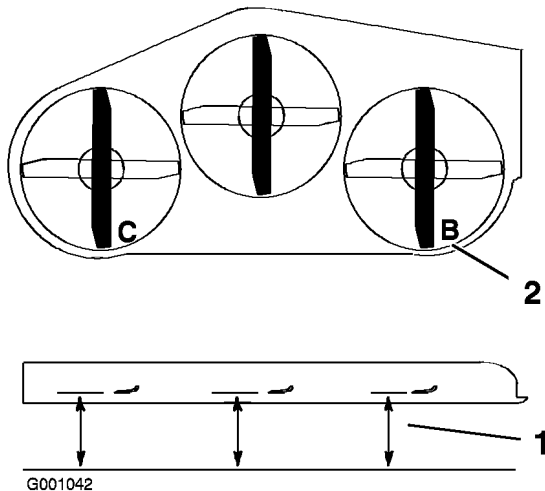

Figure 63
1. Tournez la lame droite dans le sens longitudinal (Figure 63).
2. Mesurez la distance au point **B** entre la surface plane et le tranchant de la pointe de la lame droite (Figure 63).
4. Tournez la lame gauche dans le sens longitudinal (Figure 63).
5. Mesurez la distance au point **C** entre la surface plane et le tranchant de la pointe de la lame gauche (Figure 63).